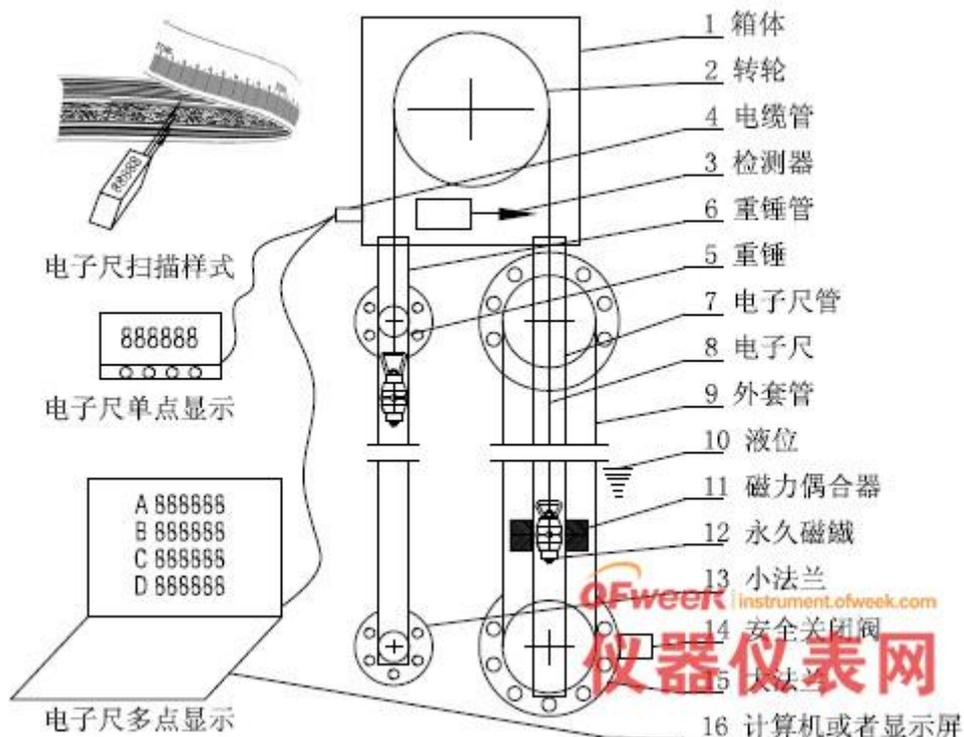

图 5 油位测量示意图
5.2 用于液位测量领域，可制成各种形式的液位仪：如图 5 示。